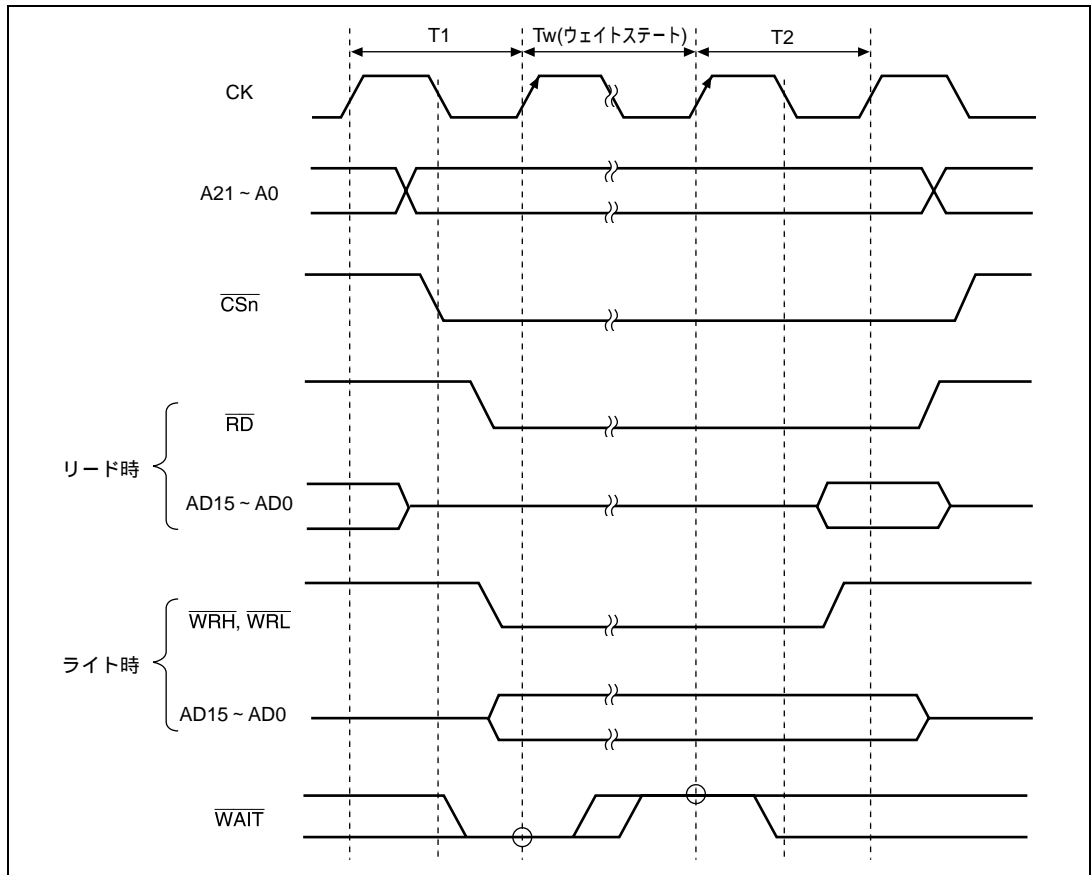
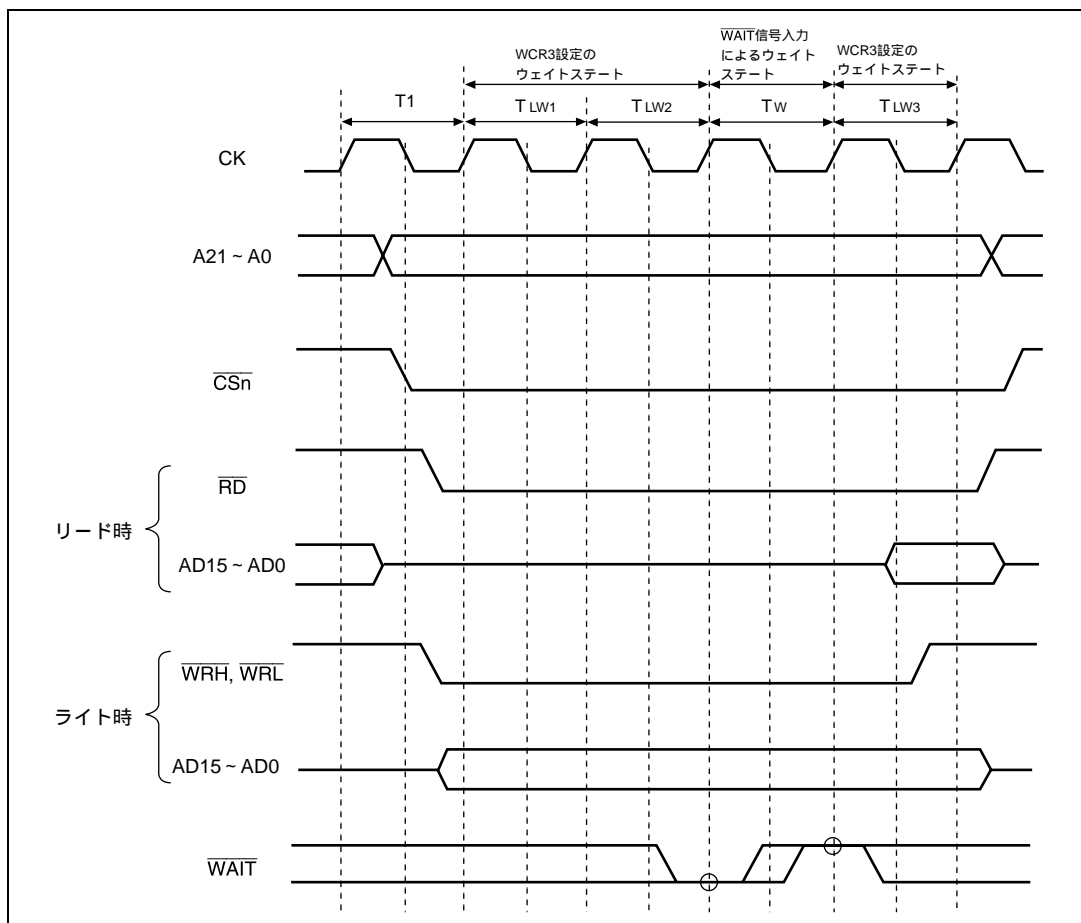

図 8.13 外部メモリ空間アクセス時のウェイトステートタイミング
図 8.14 外部メモリ空間アクセス時のウェイトステートタイミング(1ステート+ロングウェイトステート(3ステート挿入に設定時)+WAIT信号によるウェイトステート)
CPU リード、DMAC デュアルモードリード、DMAC シングルモードリード/ライトサイクルの場合、エリア 1、3~5、7 では、 $\overline{\text{WAIT}}$  の対応するビットを 0 にすると、アクセスサイクルは 1 ステートで終了し、 $\overline{\text{WAIT}}$  端子入力信号はサンプルされません。ビットを 1 にすると、 $\overline{\text{WAIT}}$  信号がサンプルされ、ステート数は 2 ステート +  $\overline{\text{WAIT}}$  信号によるウェイトステート数となります。 $\overline{\text{WAIT}}$  信号は、バスサイクルの第 2 ステート直前のシステムクロック (CK) の立ち上がりでサンプルされ、ローレベルである間、ウェイトステートが挿入されます。ハイレベルが検出されると、第 2 ステート (最終ステート) に移行します。図 8.13 にエリア 1、3、4、5、7 の外部メモリ空間アクセス時のウェイトステートタイミングを示します。
外部メモリ空間へのCPUライトサイクル、DMACデュアルモードライトサイクルについては、WCR1でステート数とウェイトステート挿入を制御することはできません。エリア1、3、4、5、7では、 $\overline{\text{WAIT}}$ 信号がサンプルされ、ステート数は、2ステート+ $\overline{\text{WAIT}}$ 信号によるウェイトステート数となります(図8.13)。エリア0、2、6では、1ステート+ロングウェイトステート数+ $\overline{\text{WAIT}}$ 信号によるウェイトステート数となります(図8.14)。WCR1のビット7~2、0には、決して0を書き込まず、常に1にしてください。また、エリア1を外メモリ空間として使用しているときには、ビット1(WW1)にも、決して0を書き込まず、常に1にしてください。